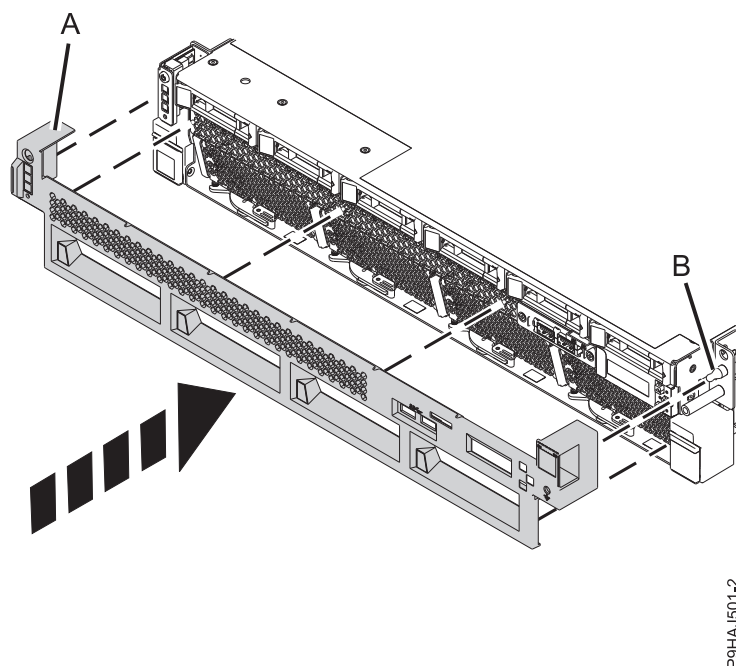

Figura 46. Instalación de la cubierta frontal
- Presione suavemente la cubierta **(A)** hacia adentro hasta que quede encajada en su lugar. La cubierta tiene hendiduras para que se sujete más fácilmente. Utilice la patilla de alineación **(B)** para fijar la cubierta en el sistema, tal como se muestra en la Figura 46 en la página 69. Presione la zona de la rejilla que se halla encima de los ventiladores para fijar la cubierta a la parte frontal.